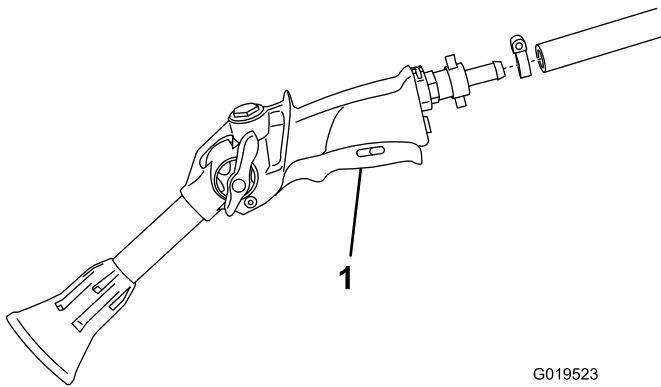

Bild 12
3. Schließen Sie das freie Ende des langen Schlauches an das Anschlussstück an der Pistole an (Bild 12).